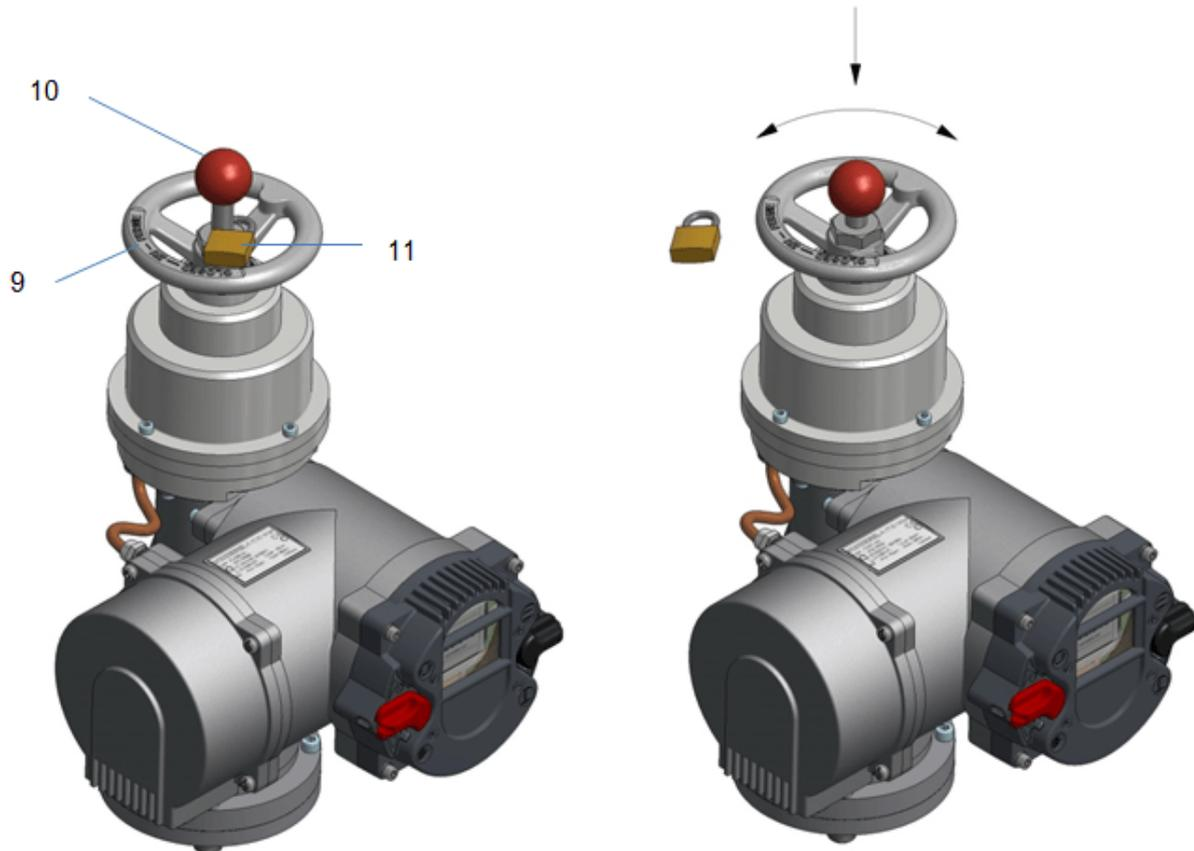

Bild 4: 9... Handrad, 10... Kuppelstange, 11... Vorhangschloss
HINWEIS: Durch Aktivieren des Handantriebs wird die Failsafefunktion deaktiviert. Im Normalbetrieb hat das Handrad (siehe Bauteil (9) auf der Abbildung 4, Seite 16) keine Wirkung auf den Antrieb.